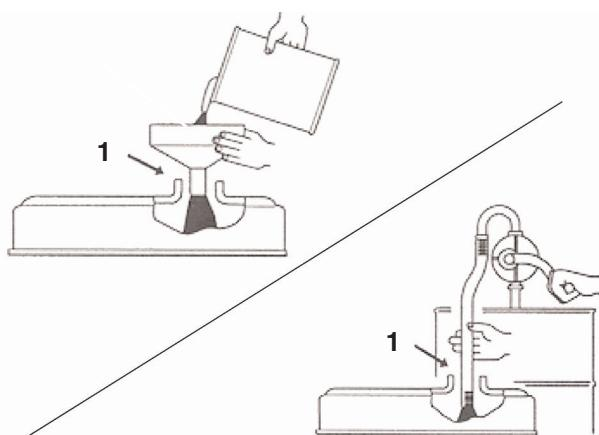

Bild 15
**Wichtig** Beim Auf- oder Einfüllen von Motoröl müssen Sie zwischen dem Ölfüllgerät und dem Ölfüllloch in der Ventilabdeckung einen Abstand lassen, siehe Bild 15. Dieser Abstand ist für die Belüftung beim Füllen wichtig. Dies verhindert ein Überlaufen des Öls in den Entlüfter.